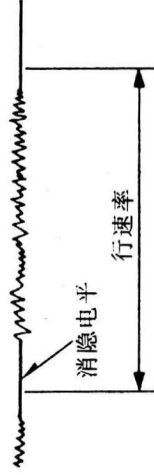

图 48
- (1)消隐基准电平调整
- 步骤: ① 用透视镜盖住镜头;
- ② 将示波器连接 TP2 和 B302 脚 12(触发器)的触发端(行速率);
- ③ 调节消隐基准电平控制(VR305),使信号电平等于白电平,如图 48 所示。